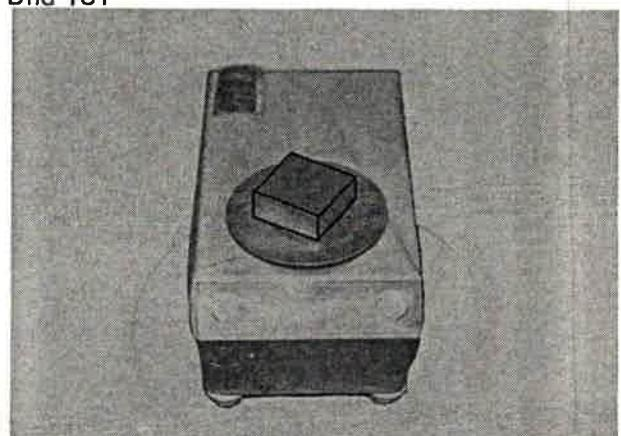

Bild 182
14. Päckchen vom Transportband nehmen und Gewichtskontrolle durchführen (Bild 182).